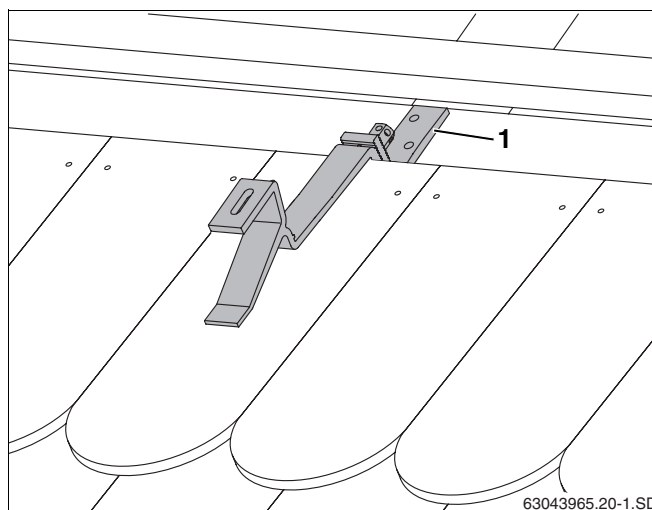

Fig. 18 Crochet de fixation monté
- Glisser la partie inférieure du crochet vers le bas jusqu'à ce qu'elle repose sur le chevron ou sur la planche/le madrier (fig. 18, **pos. 1**).